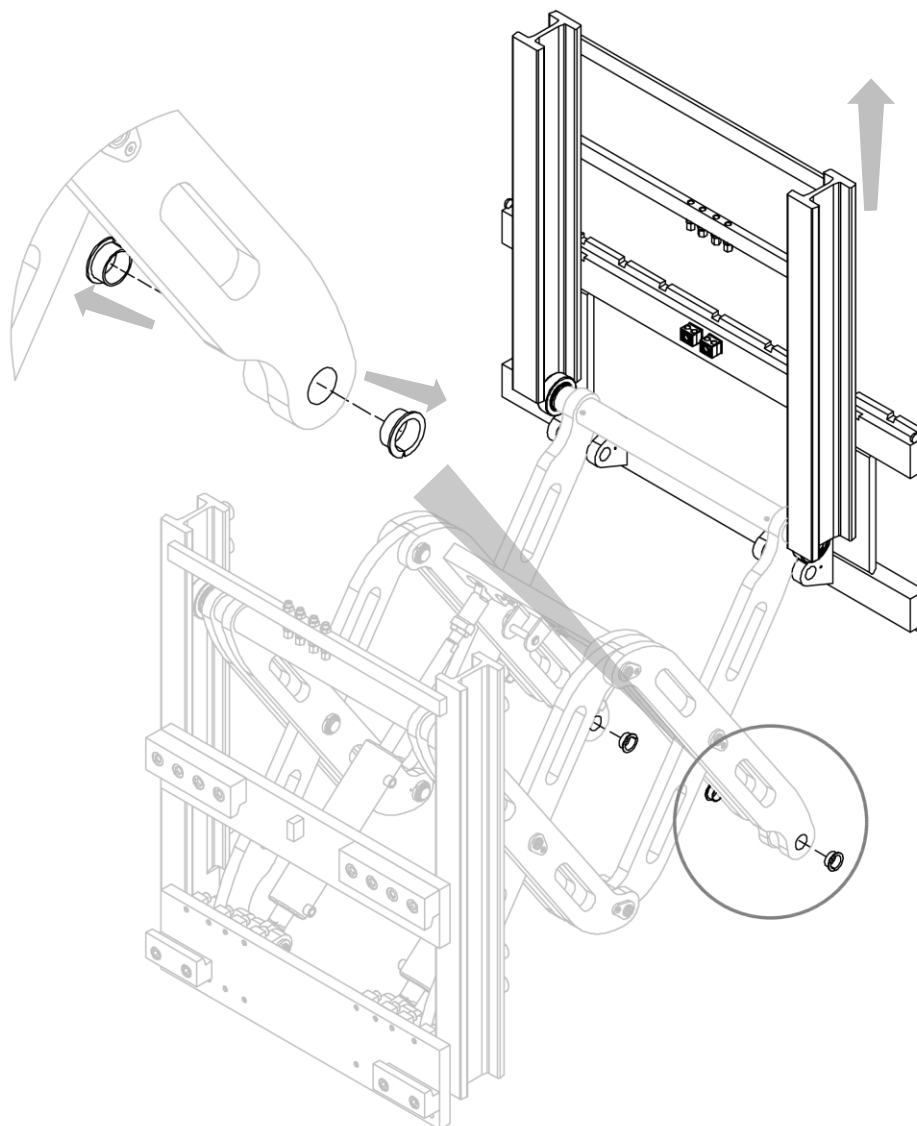

Figura 8
3. Rimuovere la struttura anteriore. A questo punto basterà rimuoverla dall'alto, poiché "vincolata" all'attrezzatura unicamente dai cuscinetti della coppia di bracci indicata nella Figura 8.